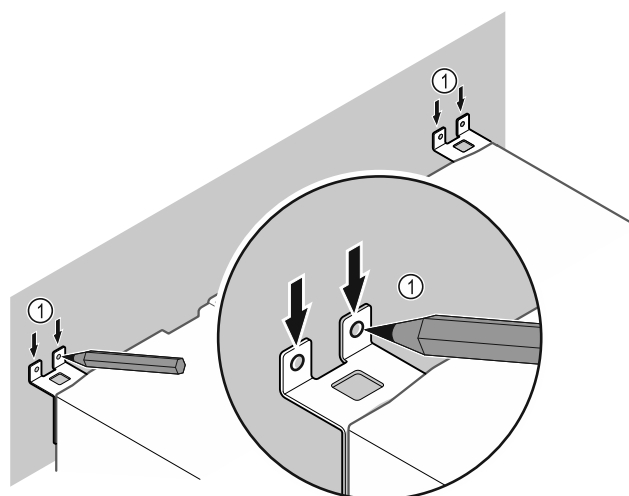

Fig. 11
- ▶ Na stezni narišite oznake Fig. 11 (1).